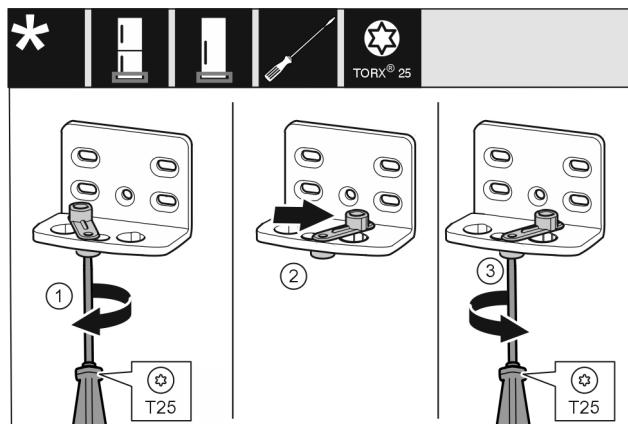

Fig. 23
- ▶ Odvijačem T25 labavo zavijte vijak. Fig. 23 (1)
- ▶ Podignite pomagalo za zatvaranje vrata i okrenite ga za 90° udesno u prvrt. Fig. 23 (2)
- ▶ Odvijačem T25 čvrsto pritegnite vijak. Fig. 23 (3)